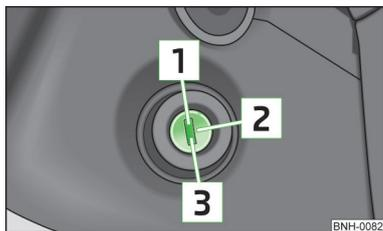

Fig. 63
- Pendant la conduite par moteur arrêté, la clé de contact doit toujours se trouver en position **[2]** » fig. 63 » page 70 (contact mis). Cette position est signalée par des voyants qui s'allument. Si ce n'est pas le cas, cela pourrait amener un blocage inattendu de la direction - risque d'accident !
- N'actionnez le démarreur (clé de contact sur position **[3]** » fig. 63 » page 70) que si le moteur est arrêté. Si le démarreur est actionné par moteur en marche, le démarreur et le moteur risquent d'en subir des dommages.
- Appuyez à fond sur la pédale d'embrayage, mettez le contact **2** » fig. 63 » page 70 et démarrez **3** - n'appuyez pas sur la pédale d'accélérateur. Maintenez la pédale d'embrayage enfoncée jusqu'à ce que le moteur démarre.
Coupez le moteur en faisant passer la clé de contact en position **1** » fig. 63 » page 70.